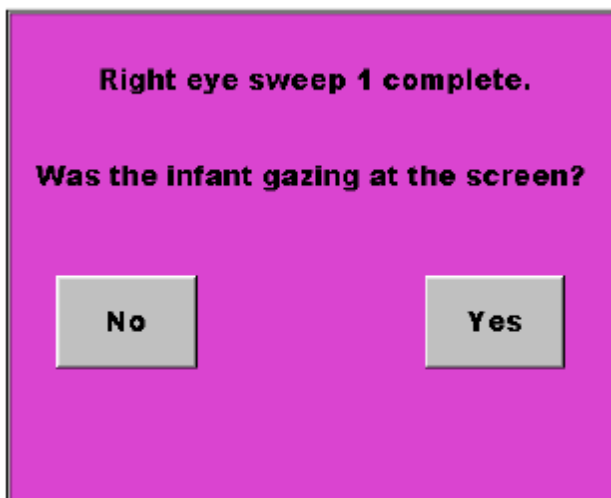

Figura 118: Alerta de Varredura Completa Infantil®
6. No final de cada varredura, aparecerá o alerta de Varredura Completa, dependendo do comportamento do paciente, selecione Sim ou Não (**Figura 118**).